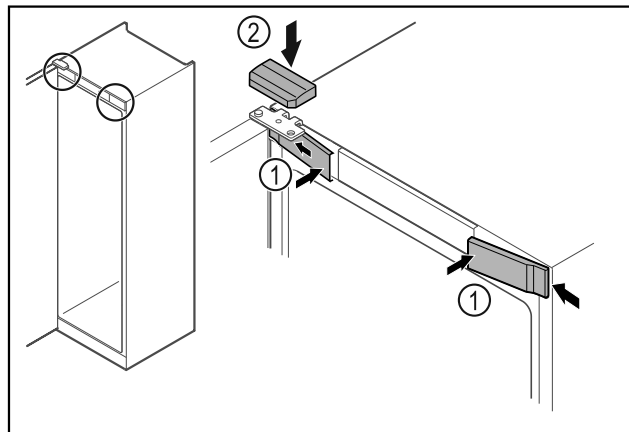

Fig. 63
- ▶ Αναρτήστε τα μπροστινά καλύμματα Fig. 63 (1) στο πλαίσιο και κουμπώστε τα.
- ▶ Κουμπώστε το επάνω κάλυμμα Fig. 63 (2) από πάνω.